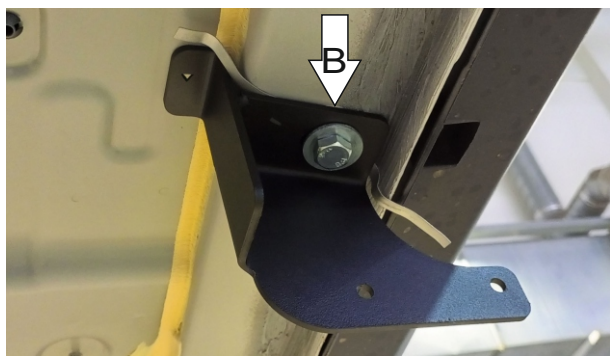

Рис. 4
- 4.Установить правый средний кронштейн к установленной гайке закладной используя болт M10x30 с шайбой 10 и шайбой 10 гр. (В).(Рис. 4).